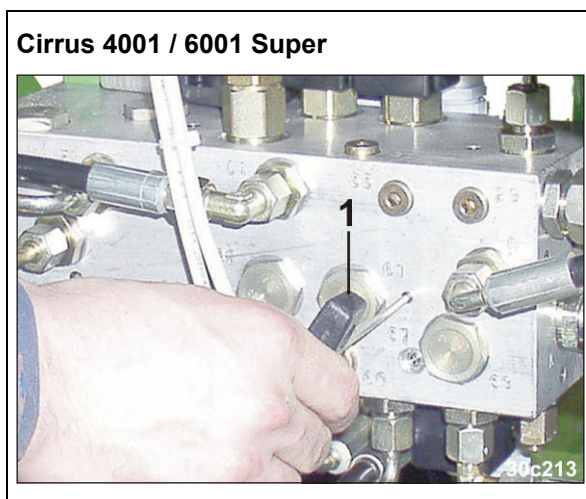

Fig. 199
- o Cirrus 4001 / 6001 Super (Fig. 199).